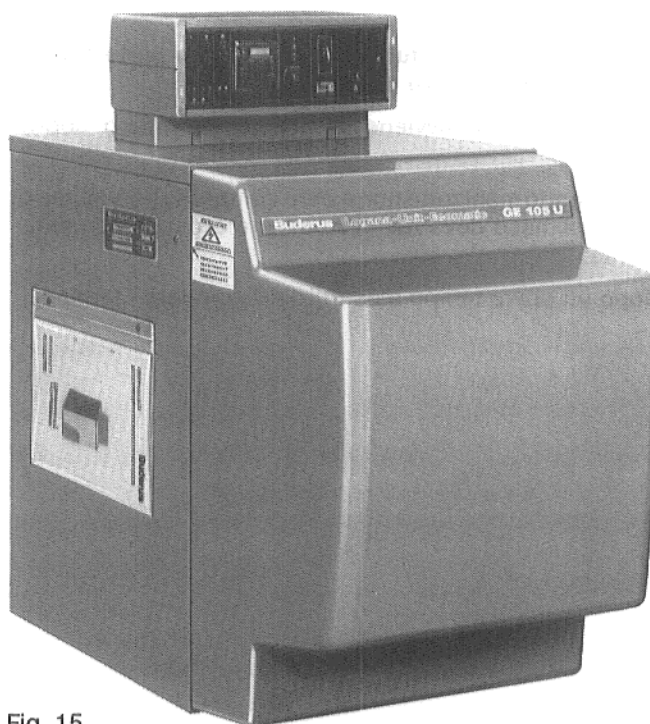

Fig. 15
6.15 Porre la parte superiore del quadro comando sulla basetta ed avvitarla con le due viti frontali (Fig. 15).